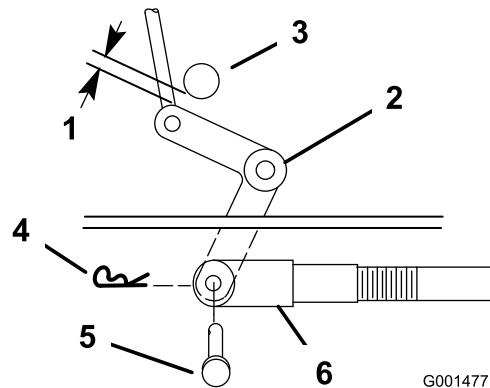

Figure 49
9. Vérifiez l'écartement entre l'axe coudé et l'arbre de sortie de transmission (Figure 49).
11. Tournez la chape dans le sens horaire sur la tige pour accroître l'écartement, et dans le sens antihoraire pour le réduire (Figure 49).
**Remarque:** Si le bras d'assistance ne touche pas la butée avant du tablier de coupe (Figure 50 ou Figure 51), réglez la chape de sorte à rapprocher le levier coudé de l'arbre de sortie de transmission (Figure 49).